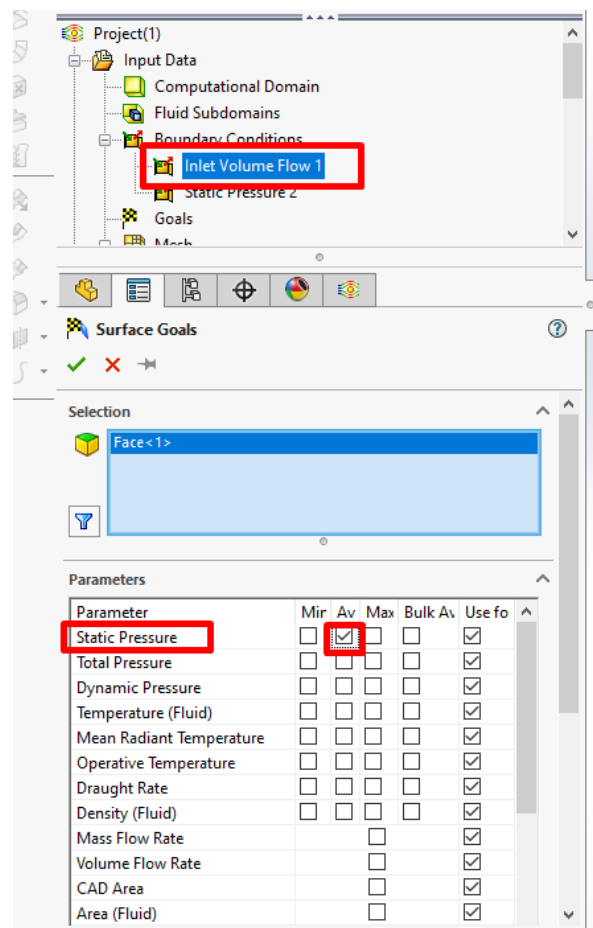

Рисунок 10.27 – Обчислювальні цілі для граничної умови Inlet Volume Flow 1
3. У графі **Parameter** (Параметр) активуйте стовпець **Av** для рядка **Static Pressure** (Статичний тиск) (рис. 10.27). Активована за замовчуванням опція **Use for Conv.** (Use for Convergence Control) означає, що ця мета буде використовуватися для контролю збіжності. Якщо опцію **Use for Conv.** не вибрано, то мета не буде критерієм завершення розрахунків.